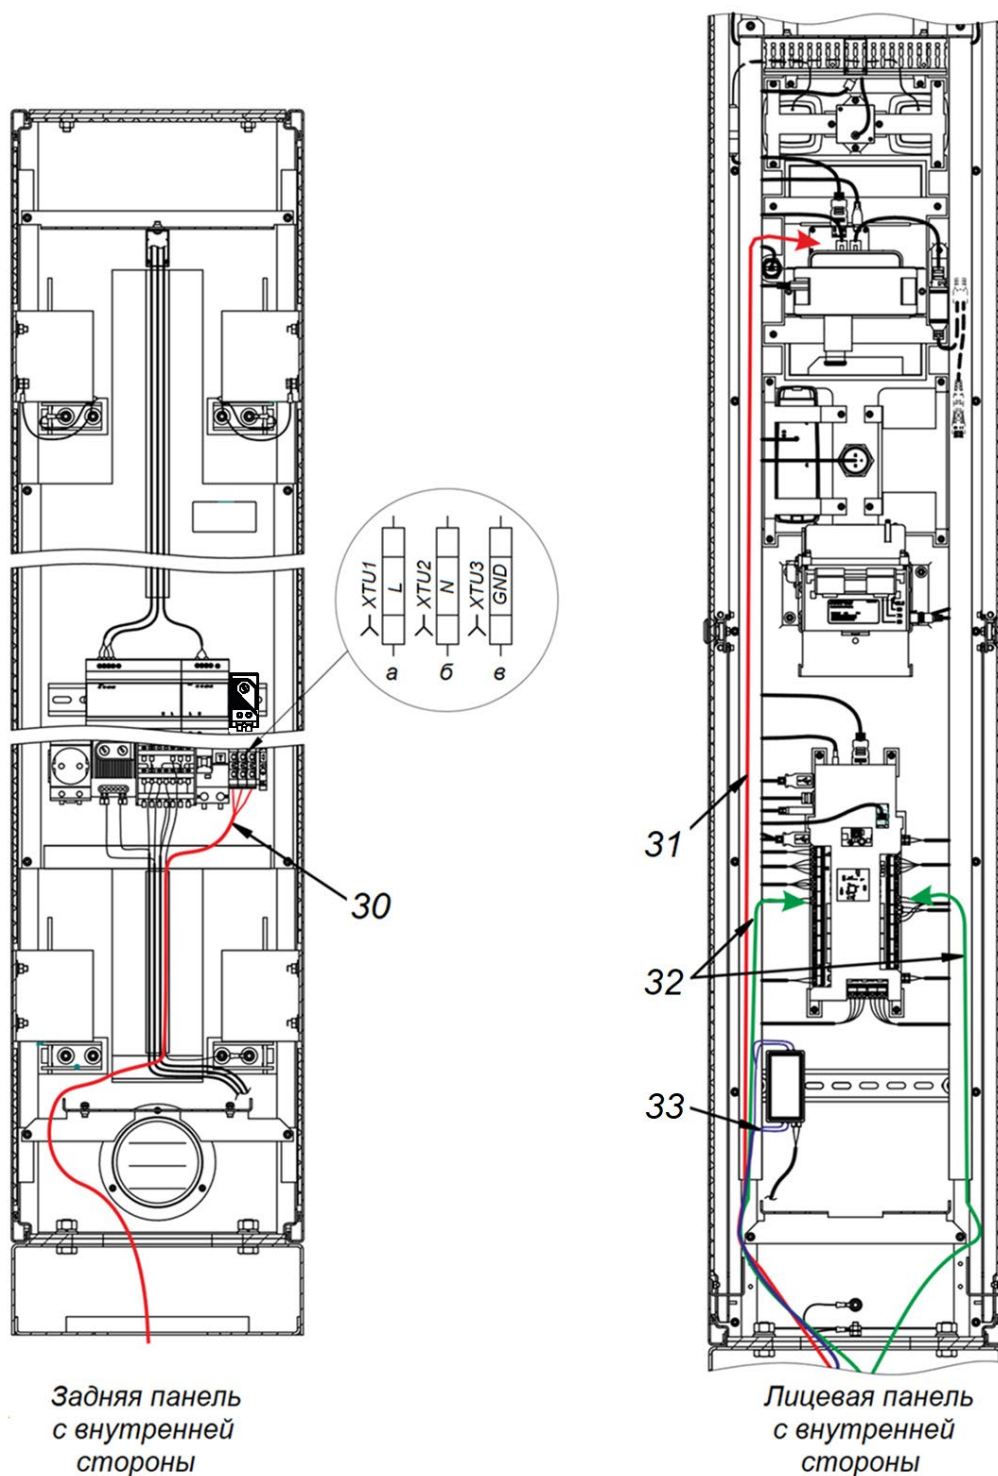

Рисунок 5. Схема прокладки кабелей в стойке
Перед установкой стойки необходимо предусмотреть подводку кабелей питания и управления. Например, перед заливкой бетона проложите кабель-канал (пластиковая труба, гофра и т.д.) с кондуктором для протяжки кабелей, концы и соединения кабель-каналов зафиксируйте и тщательно загерметизируйте для предотвращения попадания в них смеси. При использовании готовых оснований выполните штробление, укладку и финишное закрытие кабель-канала. Схема прокладки кабелей в стойке показана на рис. 5.
3. Откройте боковую дверцу стойки (1) или (2), для этого откройте замок дверцы ключом, входящим в комплект поставки. Может потребоваться немного прижать дверцу в области замка. Потяните дверцу на себя за край, расположенный ближе к лицевой панели стойки.
5. Протяните кабели внутри стойки. Рекомендуемое расположение кабелей при прокладке внутри стойки показано на рис. 5. Кабели рекомендуется проводить через перфорированные коробки. Для удобства прокладки снимите верхние крышки коробов. По завершении прокладки установите крышки коробов на место.
6. Подключите кабель питания (30) к зажиму наборному (19) согласно схеме на рис. 5: